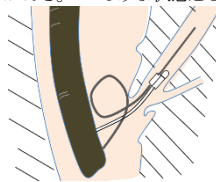

図3
- ・ガイドワイヤがチューブチップに挿入された状態で、本品を引き抜くと、ガイドワイヤが図3のような状態となり、本品が抜去できなくなる可能性がある。このような状態となった場合は、一旦ガイドワイヤを引き抜くこと。